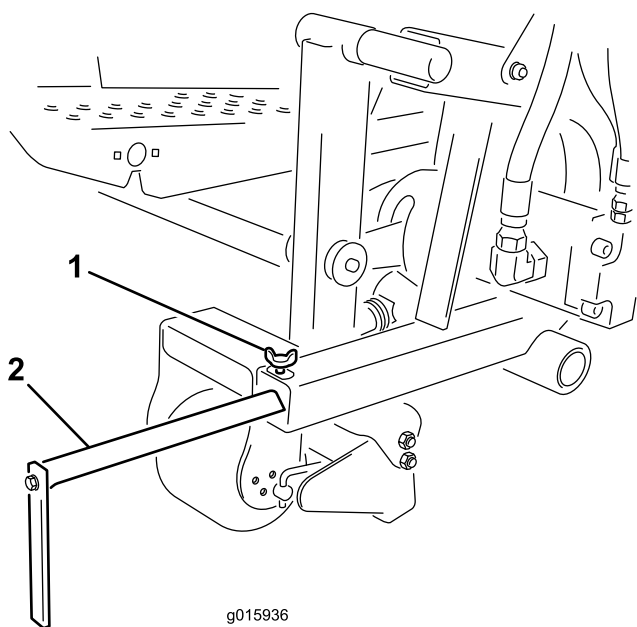

図 11
までずらす 図 11。
1. 調整ねじをゆるめ、整列ガイドを前後に移動させて希望する位置に調整する 図 11。